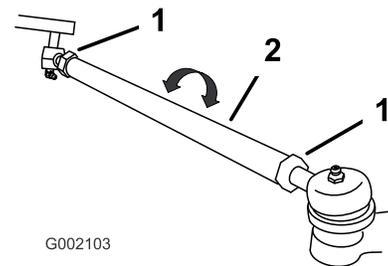

Figura 44
- Si la medida no está dentro del intervalo especificado (consulte las dimensiones y los parámetros que figuran al principio de este procedimiento), afloje las contratuercas en ambos extremos de las bielas (Figura 44).